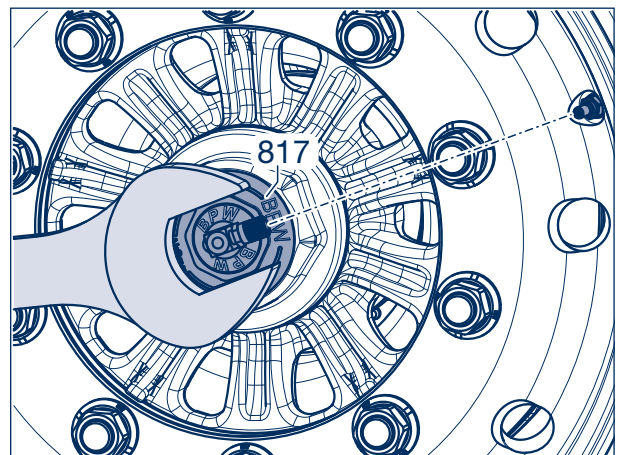

Figure 9
- [4] Tourner l'adaptateur HubCapAdapter (817) avec une clé (ouverture de clé 55) ou une pince jusqu'à ce que le raccord à vis du rotor puisse être raccordé sur le flexible de valve (voir figure 9).